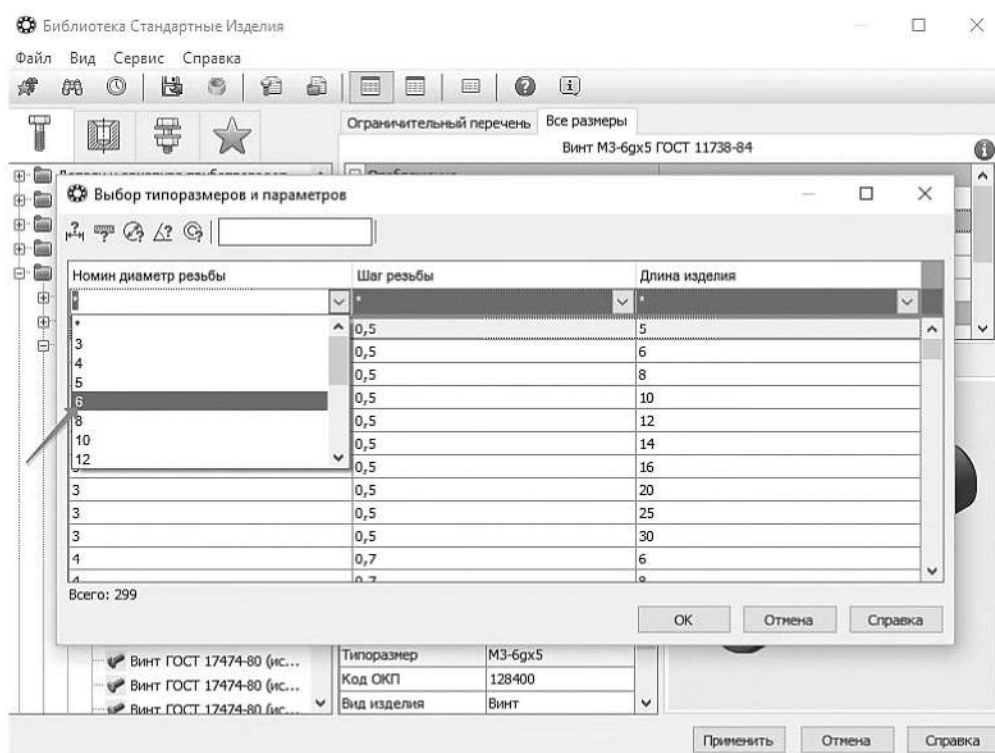

Рисунок 3.102. Выбор диаметра Винта
10.2.5 Для быстрого подбора нужного винта раскройте список **Номинальный диаметр резьбы** и укажите значение d (в соответствии с индивидуальным вариантом) (рисунок 3.102).